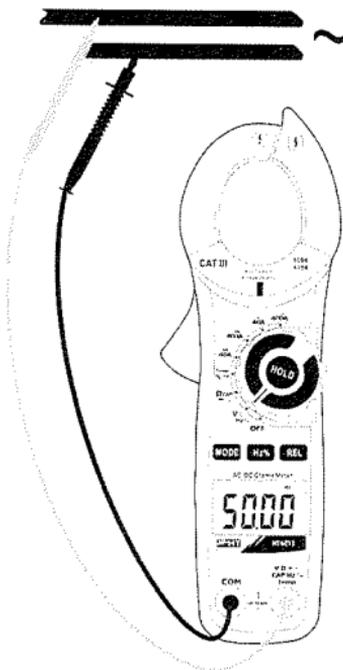

Fig. 4: Uso de la pinza per medidas de Frecuencia y Duty Cycle
3. Inserte el cable rojo en el terminal de entrada $V\Omega \rightarrow \rightarrow \rightarrow CAPHz\%Temp$ y el cable negro en el terminal de entrada **COM** (Fig. 4) para medida de frecuencia con puntas de prueba. El valor de la frecuencia (Hz) o del duty cycle (%) se muestra en pantalla